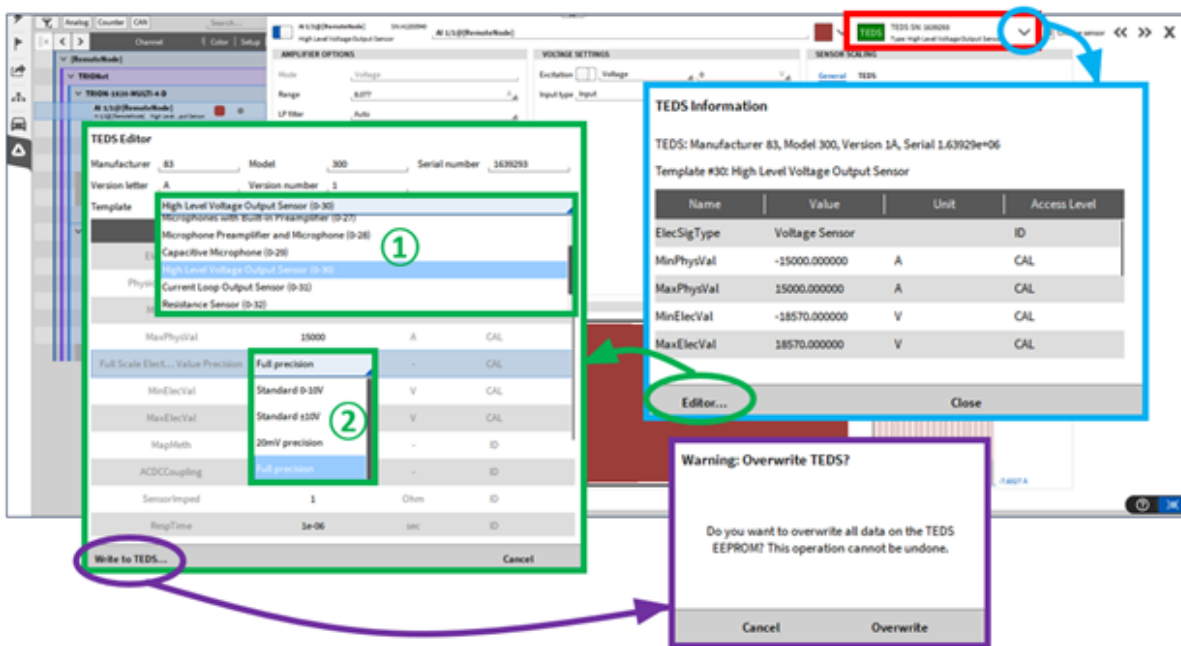

Abb. 7.220: Detaillierte Kanaleinstellungen mit TEDS-Schnittstelle und TEDS-Editor
Eine detaillierte Kanaleinstellung ist in Abb. 7.220 zu sehen. Je nach Sensortyp können einige Einstellungen variieren. Die Einstellungen des TEDS sind hier zu sehen und einige Einstellungen können manuell eingestellt werden, wie der Bereich. Durch Anklicken der angezeigten TEDS-Seriennummer, die in Abb. 7.220 rot markiert ist, sind alle TEDS-Informationen und Einstellungen zu sehen (siehe blauer Rahmen in Abb. 7.220).
Durch Anklicken von „Editor“ (siehe grüner Kreis in Abb. 7.220) kann der TEDS-Editor geöffnet werden (siehe grüner Rahmen), der die Möglichkeit bietet, die auf dem TEDS-Chip gespeicherten Daten zu bearbeiten. Es ist möglich, zwischen einer Reihe von Vorlagen zu wählen (siehe ① in Abb. 7.220) oder die auf dem TEDS-Chip gespeicherten Informationen manuell zu ändern (siehe ② in Abb. 7.220). Wenn alle Änderungen abgeschlossen sind, können die Informationen auf den TEDS-Chip geschrieben werden, indem man auf „Auf TEDS schreiben“ klickt (siehe violetter Kreis in Abb. 7.220). Es öffnet sich ein Fenster, in dem Sie bestätigen müssen, dass die Daten auf den TEDS-Chip geschrieben werden sollen.